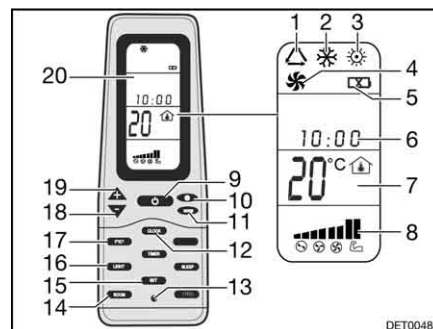

Fig. 145 Telecomando
- Premere il tasto ON/OFF (Fig. 145,9).
- Premere il tasto "Mode" (Fig. 145,11) spesso, finché la modalità desiderata (Fig. 145,1, 2, 3 o 4) viene visualizzata sul display (Fig. 145,20).
- Impostare la temperatura desiderata con i tasti "+" (Fig. 145,19) e "-" (Fig. 145,18).
- Con il tasto velocità dell'aria (Fig. 145,10) selezionare il livello desiderato per la ventola.